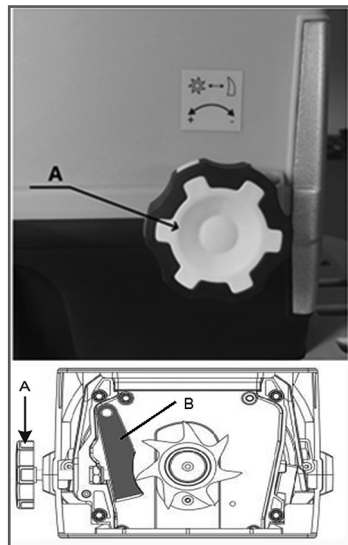

Рис. 6 Регулировка контрплиты
Для получения оптимального результата измельчения и предотвращения повреждения ножа контрплита В (Рис. 6) должна периодически регулироваться. Для этого включите измельчитель, поверните регулировочную ручку контрплиты А (Рис. 6) по часовой стрелке, пока не будет слышен легкий шум трения, и мелкие алюминиевые стружки в течение короткого времени будут сыпаться из разгрузочного желоба. Если этого не произошло, а ручка контрплиты находится в крайнем положении, необходимо осмотреть состояние ножа и контрплиты и заменить при необходимости контрплиту.
1. Поверните регулировочную ручку контрплиты А (Рис. 6) против часовой стрелки до упора.